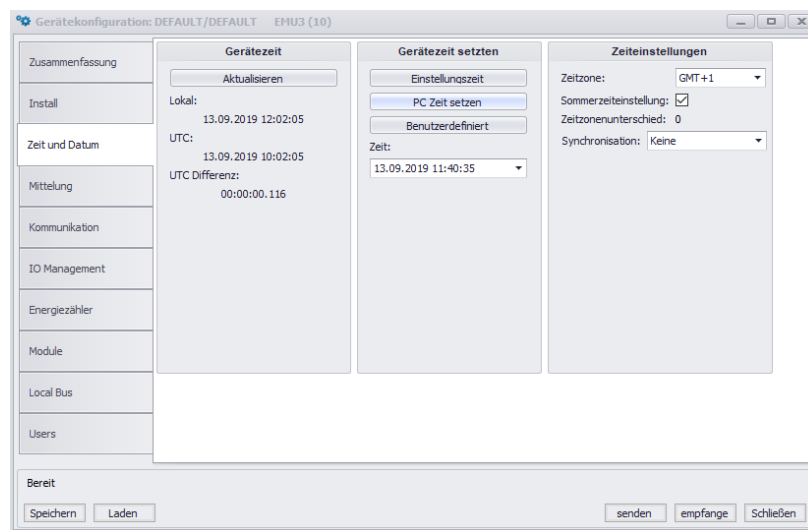

Abbildung 9: ENVIS.Daq – Einstellen von Datum, Uhrzeit und Zeitsynchronisations-Optionen im Gerät
2.4.3 Datum und Uhrzeit (Abb. 9)